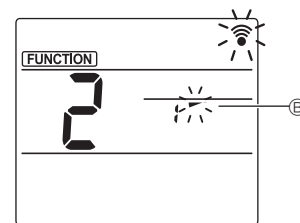

Fig. 3
③ Ρύθμιση της γωνίας πτερυγίου (Fig. 3)